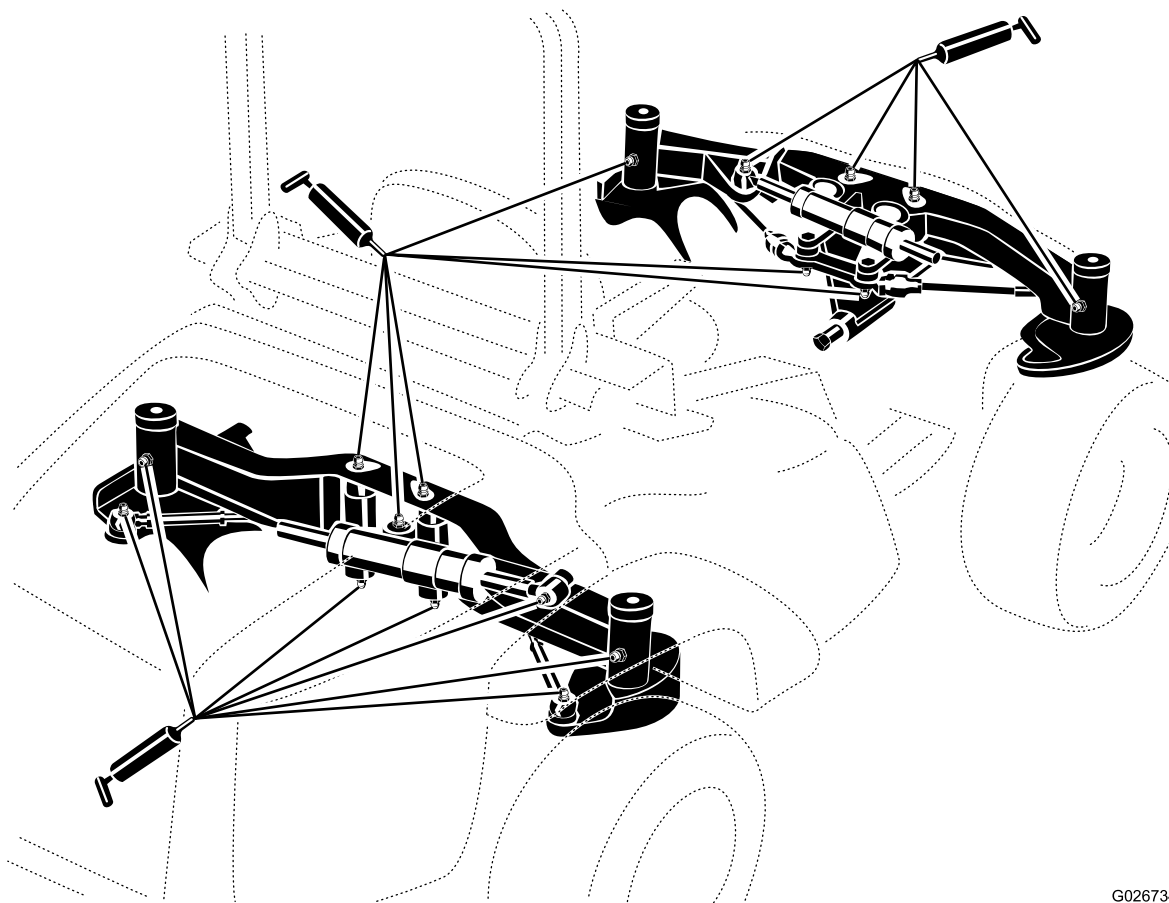

Рисунок 29
1. Тщательно протрите масленки, чтобы посторонние вещества не могли попасть в подшипник или втулку (Рисунок 29).